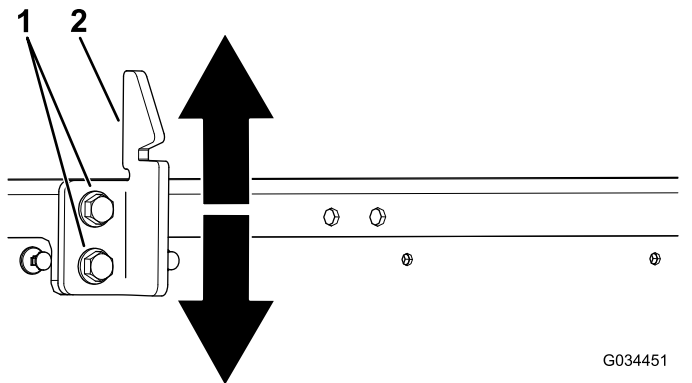

Bild 52
3. Lösen Sie die zwei Schrauben am Schlagbolzen des Ladepritschenriegels und bewegen Sie den Schlagbolzen nach oben oder unten, je nach dem, ob der Schlagbolzen zu hoch oder zu niedrig ist (Bild 52).
4. Ziehen Sie die zwei Schrauben am Schlagbolzen des Ladepritschenriegels an (Bild 52).